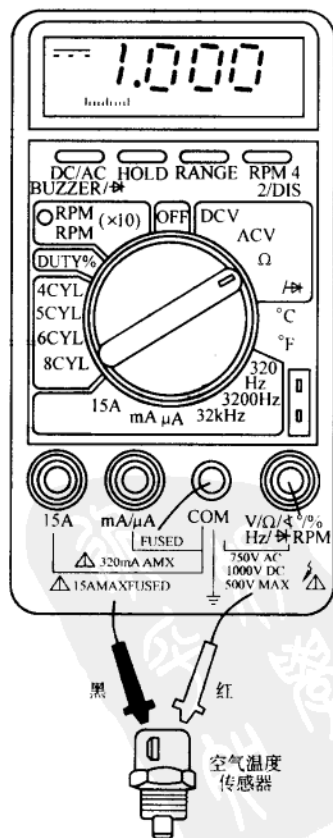

图 1-6 测量电阻
(1) 测量电阻 将万用表开关转到电阻（ Ω ）档的适当位置并校零后，即可测量电阻值。测试前应将被测电路的电源切断，然后将表笔接至被测电阻两端，如图 1-6 所示。